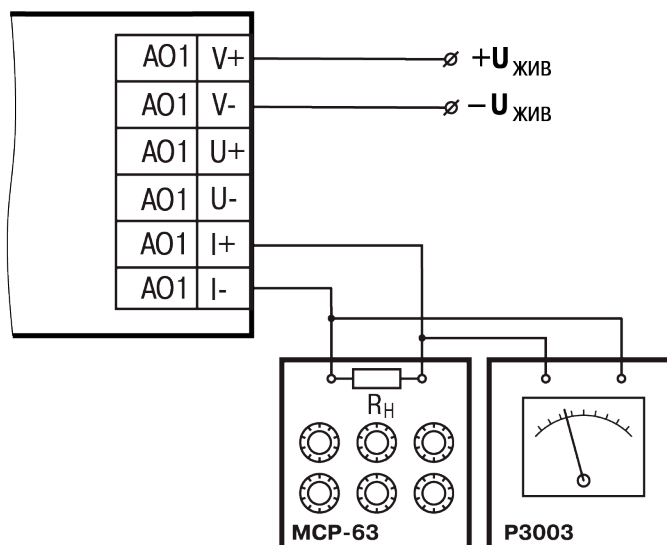

Рисунок 8.5 – Схема підключення до ВЕ типу «И» ($R_H < 300 \text{ Ом}$)
1. Підключити ВЕ типу «И» (ЦАП «параметр – струм 4...20 мА») згідно зі схемою, наведеною на рисунок. 8.5.